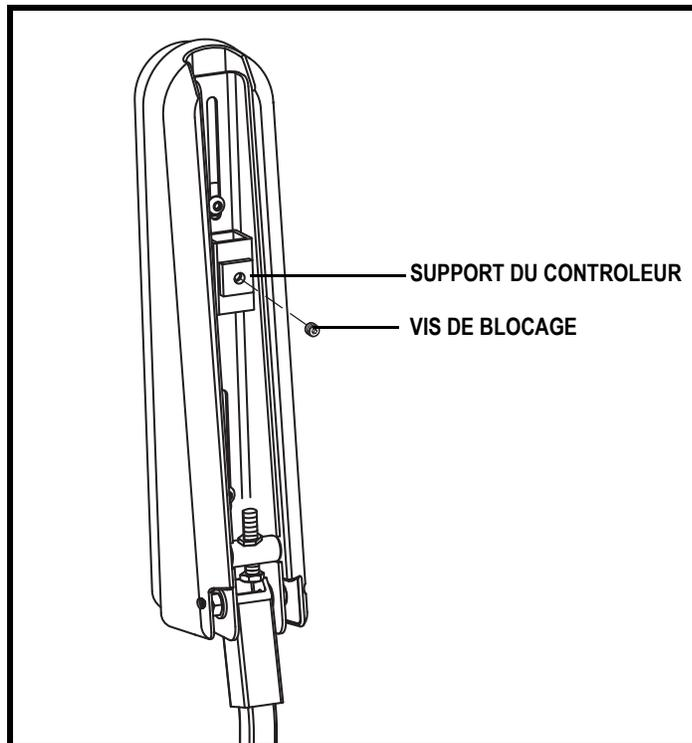

Figure 18. Dessous de l'accoudoir
2. Desserrez la vis de blocage sous l'accoudoir. **Voir la figure 18.**